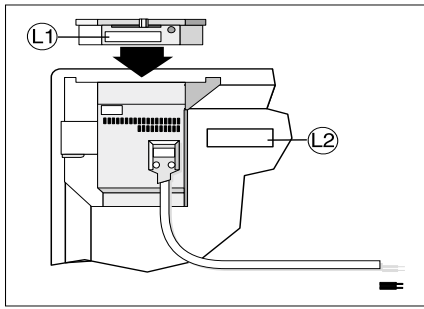

Рис.5
**5-1). Электронный термостат:** Термостат R80-XSC предназначен для использования с моделями обогревателей Nobø серии 8 (C2N, C4N и T4N). Термостат поставляется в собранном виде, и замена должна осуществляться квалифицированным специалистом. Во время установки термостата прибор должен быть отключен от сети электропитания. На рис. 5 ниже показано, как определить модель термостата (L1)
Для того чтобы определить, оборудован ваш прибор автоматическим перезапуском, или нет, следует обратить внимание на заводской номер обогревателя, который находится на его задней поверхности (см. рис. 5 L2).